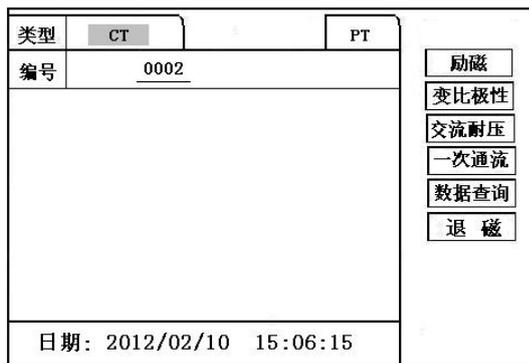
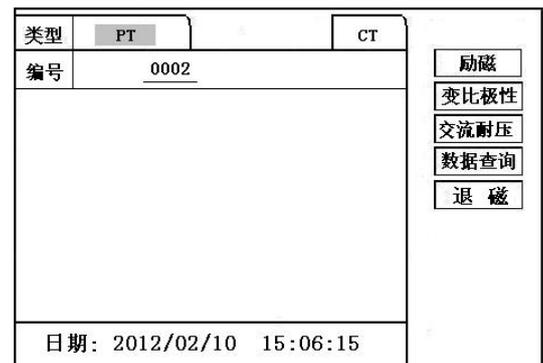

图 2, CT 主界面
图 3, PT 主界面
2、主菜单（见图2）
开机之后默认进入 CT 测试，CT 测试主菜单共有“励磁”、“变比极性”、“交流耐压”、“一次通流”、“数据查询”、“退磁”、“PT” 7 种选项，可以使用旋转控制器进行选择 and 设置。如图 2 所示，当“类型”后面为带有灰色背景的 CT 时，表示当前为 CT 测试。旋转光标到“PT”并按下，则进入 PT 测试界面，如图 3。
PT 测试主菜单共有“励磁”、“变比极性”、“交流耐压”、“数据查询”、“退磁”、“CT” 6 种选项，可以使用旋转控制器进行选择 and 设置。如图 3 所示，当“类型”后面为带有灰色背景的 PT 时表示当前为 PT 测试。旋转光标到“CT”并按下，则进入 CT 测试界面，如图 2。